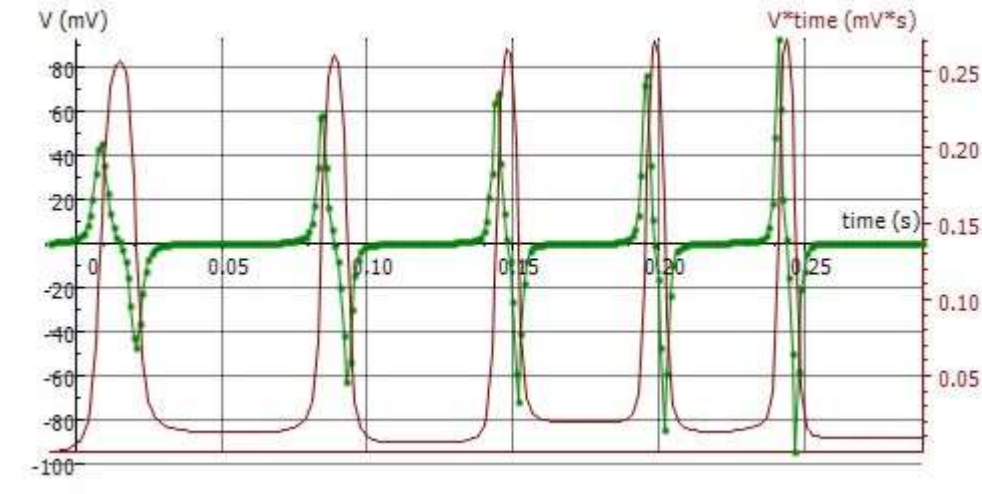

Fig. 3: Curvas en el tiempo de la tensión U inducida y del flujo magnético Φ
En la ventana «Integral» del diagrama se muestra la variable «V*t» en la unidad «mV*s» (curva violeta de la Fig. 3). Esta corresponde al flujo magnético Φ según la ecuación (2).
El flujo magnético asume su valor mayor si la tensión inducida llega a cero (Fig. 3); es decir, el imán ha llegado al centro de la bobina. El área de debajo de todas las señales positivas y negativas permanece igual en términos de su valor absoluto (véase más arriba). Estas corresponden al flujo magnético Φ máximo del imán permanente en el interior de una sola bobina. Por esto, el flujo magnético máximo, dentro del marco de la precisión de medida, llega en todas las bobinas al mismo valor de $\Phi_{max} \approx 250 \mu Vs$.